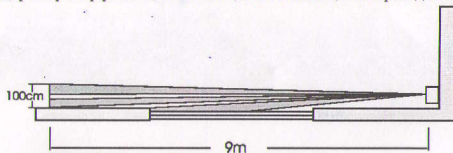

Рис. 3 Вариант размещения извещателя в помещении.
5. Извещатель рекомендуется устанавливать сбоку или сверху мест прохода, например дверей или коридора. Пример размещения извещателя в помещении приведен на рис. 3.